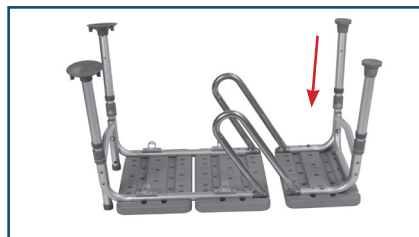

figura 4
6. Fijar la pata que tiene la punta de goma chica (marcada con «B») al presionar la clavija de presión e introducirla dentro del receptáculo que tiene la "B" correspondiente. Repetir lo mismo para la segunda pata. (Figura 4)